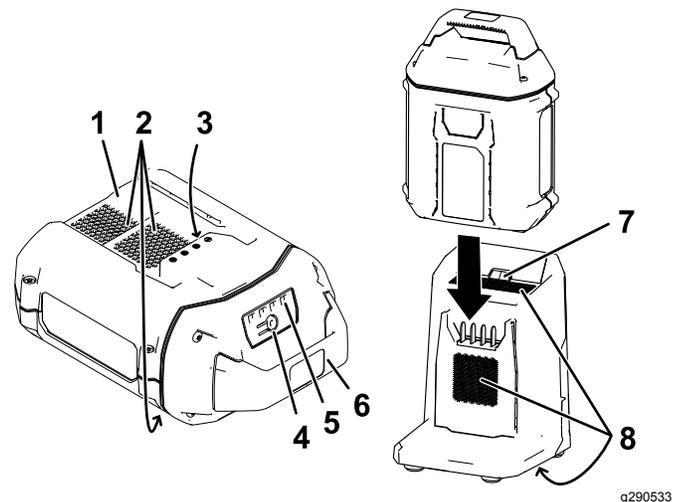

Figura 17
2. Allineate la cavità nel pacco batteria (Figura 17) con la linguetta sul caricabatterie.
- Fate scorrere il pacco batteria nel caricabatteria fino a quando non è completamente in sede (Figura 17).